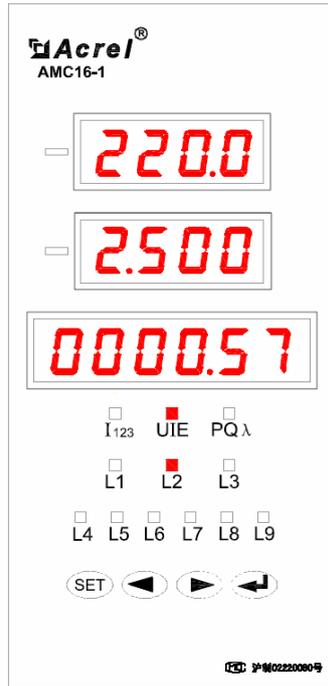

图 5
- 2) 图 5 显示的电参量从上到下依次为第 2 路负载的电压值 220.0V、电流值 2.500A 和电能值 0.57kWh。